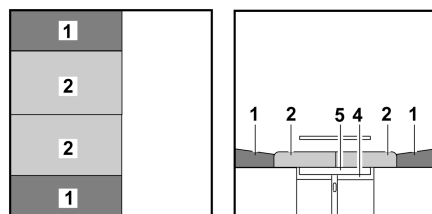

Bild 67 Nach dem Umbau
- Die Sitzpolster (Bild 67,2) zur Mitte ziehen.
- Die Rückenpolster (Bild 67,1) zwischen die Sitzpolster und die Wand legen.